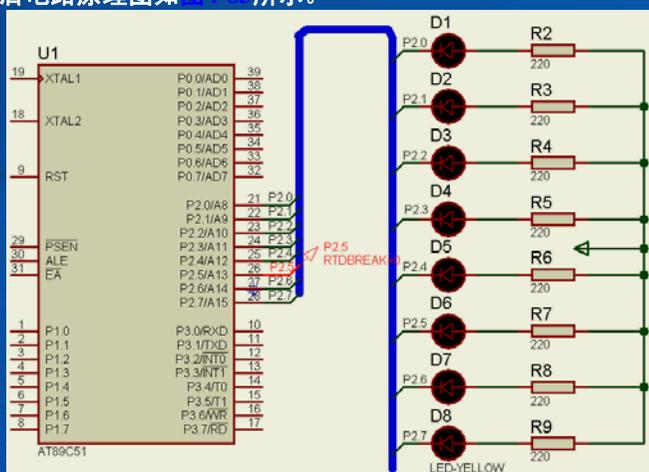

图4-83 电压探针设置完成后的电路原理图
(4) 点击“确定”退出对话框。设置完成后电路原理图如图4-83所示。